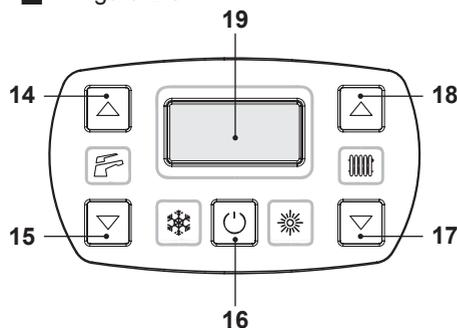

Figura 2.5
- Tenere premuto per 2 secondi il tasto 16 fino a far apparire sul display il simbolo  Figura 2.5.
La temperatura dell'acqua calda di mandata riscaldamento è regolabile agendo sui tasti 17 (diminuzione) e 18 (aumento) (Figura 2.5) da un minimo di circa 25°C ad un massimo di circa 85°C. Alla prima pressione di uno dei due tasti si ha la visualizzazione del valore di "set", alla seconda pressione si accede alla modifica.
Comunque se la temperatura ambiente non dovesse essere confortevole si può aumentare o diminuire la temperatura di mandata dell'impianto riscaldamento di $\pm 15^{\circ}\text{C}$ agendo sui tasti 17 (diminuzione) e 18 (aumento) (Figura 2.5).
La temperatura dell'acqua calda sanitaria contenuta nel bollitore può essere regolata ad un massimo di circa 60°C , agendo sui tasti 14 (aumento) e 15 (diminuzione) (Figura 2.5).